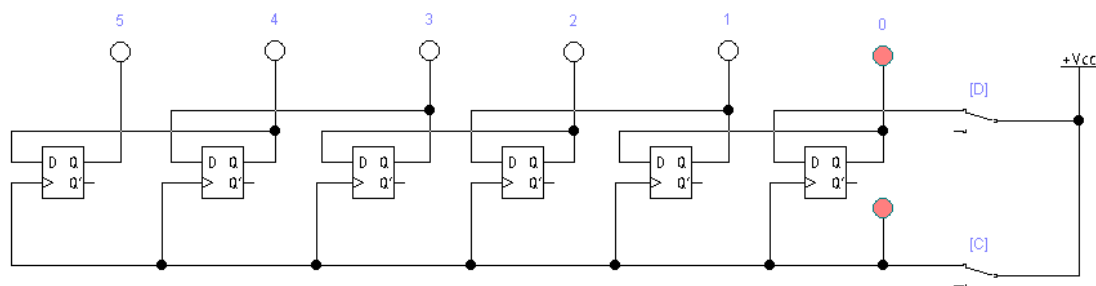

Fig. 4. Schema electrică a registrului cu deplasare inversă de ordinul șase.
4.1. Construiți schema prezentată în Fig. 4.